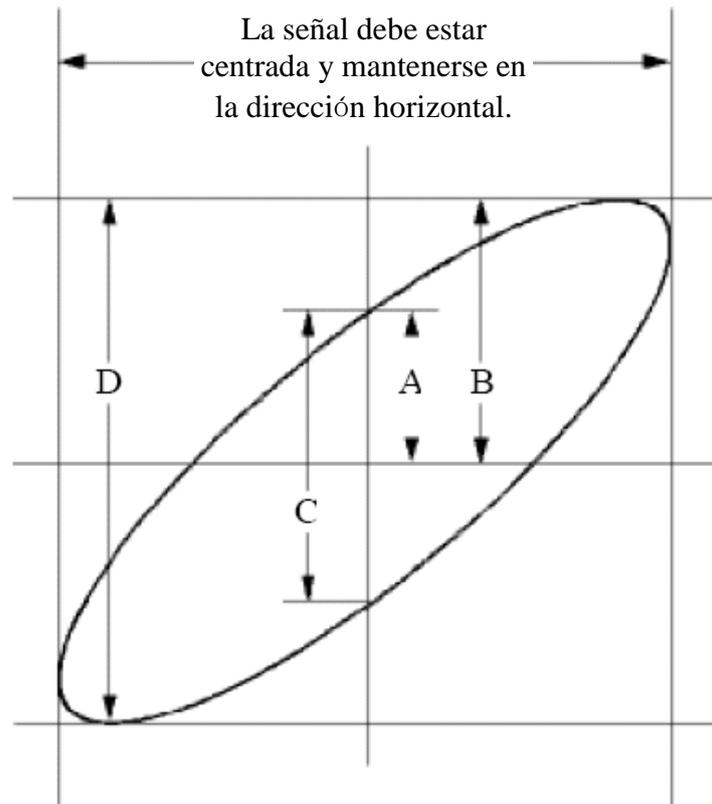

Figura 0-6 Gráfico de Lissajous
- (1) Ajuste el coeficiente de atenuación del menú de la sonda para **10X** y el del interruptor de la sonda para **10X** (véase "*Fehler! Verweisquelle konnte nicht gefunden werden.*" en P*Fehler! Textmarke nicht definiert.*).
- (2) Conecta la sonda del canal 1 a la entrada de la red y la del canal 2 a la salida de la red.
- (3) Pulse el botón **Autoset**, con el osciloscopio encendiendo las señales de los dos canales y mostrándolas en la pantalla.
- (4) Gire la perilla de la **Escala Vertical**, haciendo que las amplitudes de dos señales sean iguales en lo grueso.
- (5) Pulse el botón de **Adquisición** para que aparezca el menú de la derecha.
- (6) En el menú de la derecha, seleccione **Modo XY** como **ON**. El osciloscopio mostrará las características de entrada y terminales de la red en forma de gráfico de Lissajous.
- (7) Gire los mandos de **Escala Vertical** y **Posición Vertical**, optimizando la forma de onda.
- (8) Con el método del oscilograma elíptico adoptado, observe y calcule la diferencia de fase (véase *Figura 0-6*).